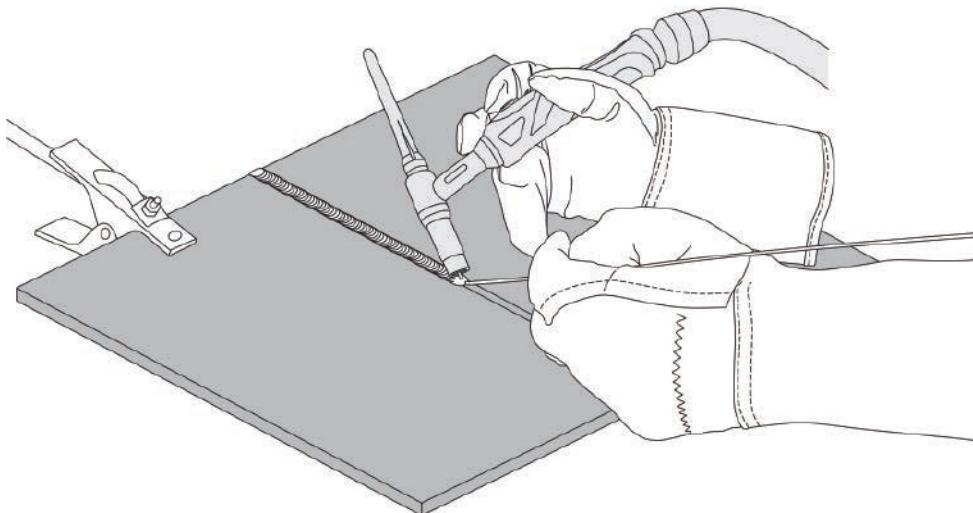

Рис. 13.5. Перед началом работы.
7. Начинайте сварочный процесс (см. рис. 13.5).
Перед началом работы не забудьте проверить следующее (см. рис. 13.5):